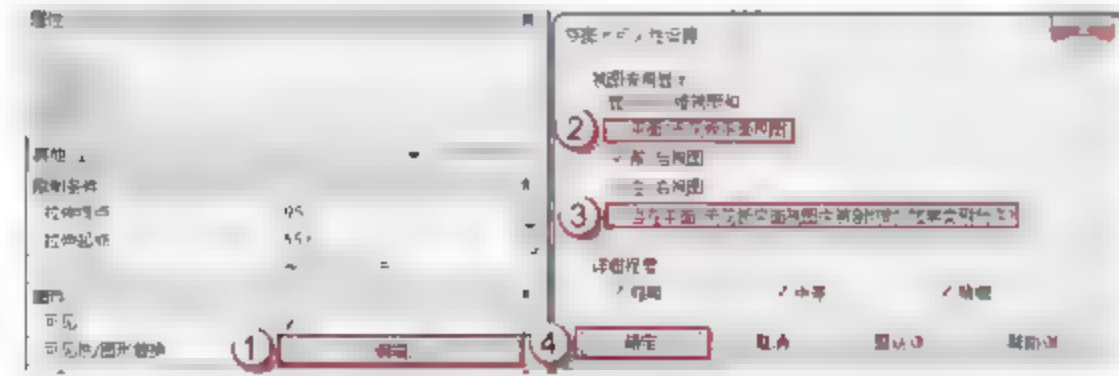

图 7.2.17 修改 MQ6596 转角幕墙窗框的可见性
(15) 修改 MQ6596 幕墙窗框的可见性。在 MQ6596 幕墙窗框的“属性”面板中，单击“图形”栏“可见性/图形替换”后的“编辑”按钮，弹出“族图元可见性设置”对话框，取消“平面/天花板平面视图”和“当在平面/天花板平面视图中被剖切时（如果类别允许）”复选框的选择，单击“确定”按钮，如图 7.2.17 所示。